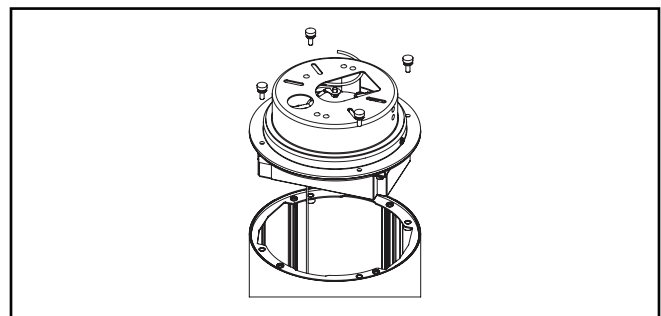

Figura 5.
1. Afloje y retire los cuatro tornillos en la parte superior del cilindro. Retire la parte superior del cilindro para acceder al conjunto del soporte del controlador. (Figura 5).